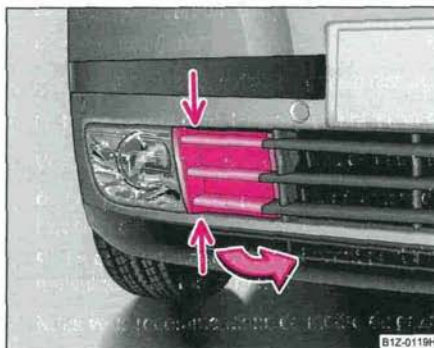

Fig. 208 Pare-chocs avant: Grille de protection
- Avec la main, appuyez un peu sur la grille en haut et en bas à côté de la plaque d'immatriculation et faites la basculer dans le sens de la flèche pour la sortir ⇒ page 282, fig. 208.